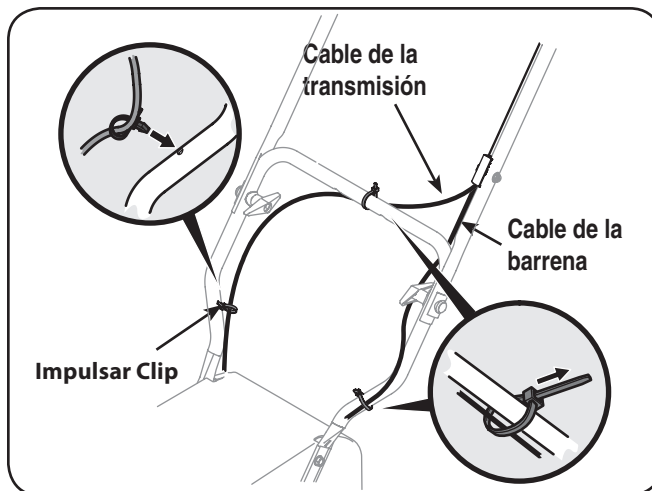

Figure 3-3
NOTA: El recorrido del cable de la barrena pasa por debajo de la barra de control inferior izquierda y el cable de transmisión pasa a través de la parte superior de la barra de control inferior y por debajo del lado derecho de la misma. Vea la Figure 3-3.
7. Dos cables de sujeción se han utilizado para atar sin apretar los cables de control de la manija inferior. Un clip de presión también se incluye en el cable de la unidad inferior. Posición de las ataduras de cables ahora, como en la Figure 3-3, y apriete para fijar los cables a la manija inferior. Recorte el exceso de material de las ataduras de cables. Instale el clip de presión en el orificio en el mango como el indicado en el recuadro a la izquierda en la Figure 3-3.